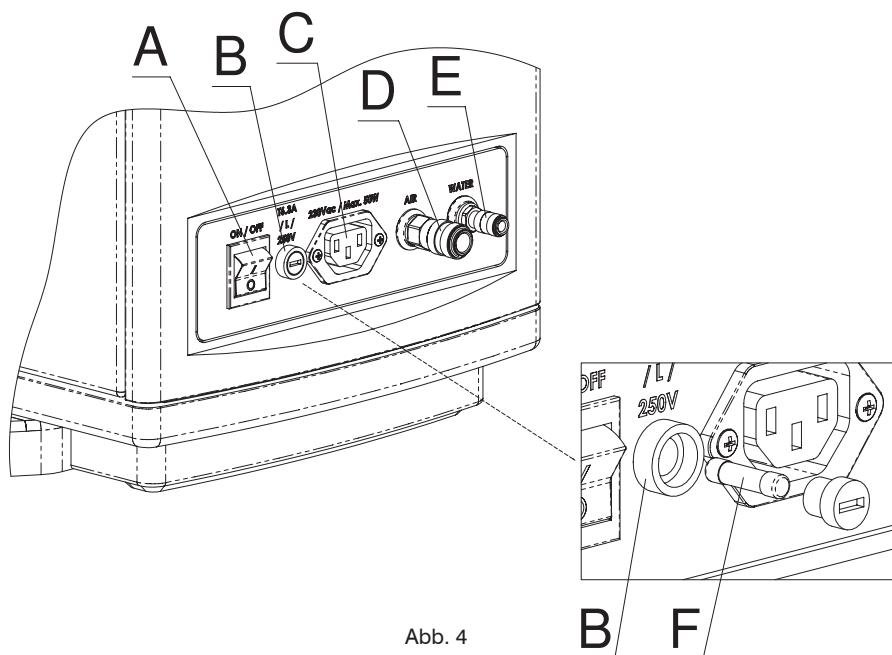

Abb. 4
Achten Sie darauf, den Hauptschalter (Abb. 4, "A") auszuschalten, wenn das Gerät nicht unter direkter Überwachung durch das Personal steht. Dadurch wird verhindert, dass die Wasserschläuche ständig unter Druck stehen. Die Wasser- und Lufteinlassdrücke dürfen nicht höher als 10,3 Bar sein und die Schläuche keinen Temperaturen über 46 °C ausgesetzt werden, weil sonst Schäden am Gerät und am Gebäude entstehen könnten.
| (A) Abb. 4        | Anschlussbox                    | Seite 8  |
Wie aus dem Aufbaudiagramm der Stuhlbasis hervorgeht, besteht der Frontbereich aus folgenden Teilen: (Abb. 4)